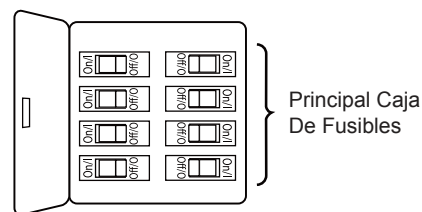

Figura 1
1. Extraiga la pieza de la bola colgante de la unidad de la bola colgante / varilla aflojando el tornillo de presión de la bola colgante hasta que la bola se libere de la varilla. Retire el pasador del barral y luego extraiga la semiesfera. Conserve el pasador y la semiesfera para su reinstalación en el paso 6. (Figura 1)
Para evitar una posible descarga eléctrica, asegúrese de cortar la alimentación eléctrica de la caja de fusibles principal antes de colgar el ventilador. (Figura 1)
1. Para configurar el código de unidad del receptor. Deslice los interruptores de código a las mismas posiciones que en el transmisor. (Figura 1)